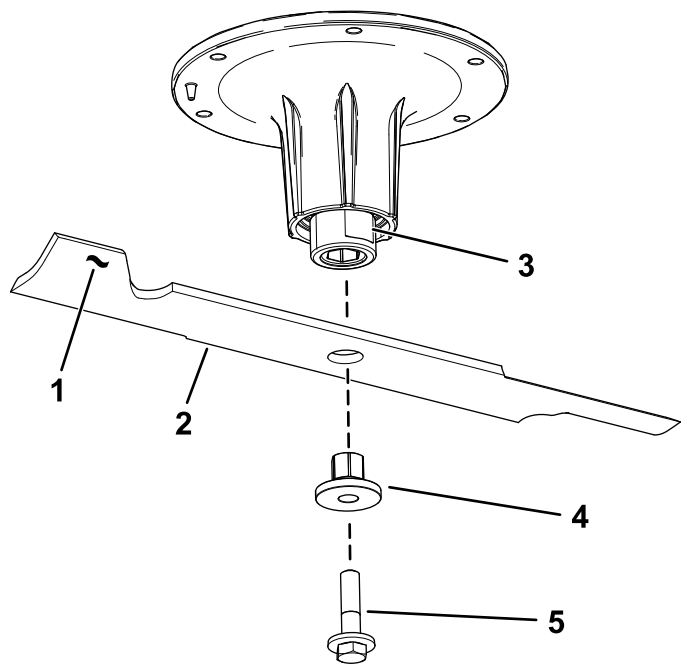

Figura 81
2. Îndepărtați urubul lamei, bucați lama de pe arborele axului (**Figura 81**).